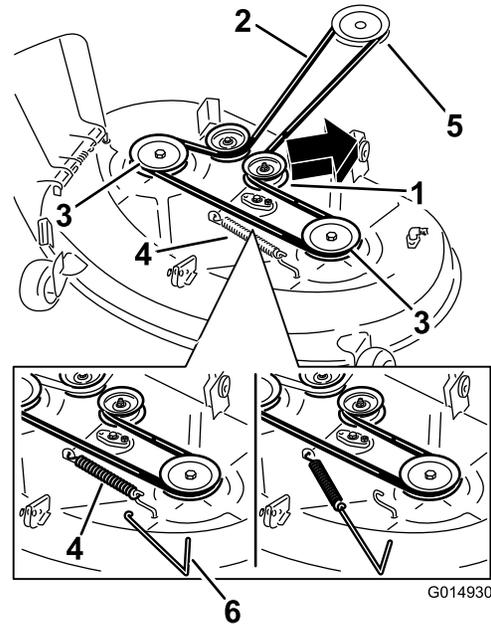
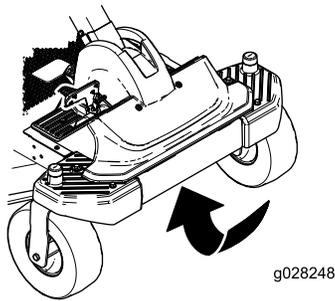

Figura 59
Figura 60
5. Usando una herramienta para la retirada de muelles (Pieza Toro N.º 92-5771), retire el muelle tensor del gancho de la carcasa para eliminar la tensión de la polea tensora, y retire la correa de las poleas (Figura 59).
6. Pase la correa nueva alrededor de las poleas del motor y del cortacésped (Figura 59).
7. Usando una herramienta para la retirada de muelles, instale el muelle tensor sobre el gancho de la carcasa y tense la polea tensora y la correa del cortacésped (Figura 59 y Figura 60).
Retire los residuos de debajo de la parte delantera de la máquina con aire comprimido o a mano con un cepillo (Figura 60).